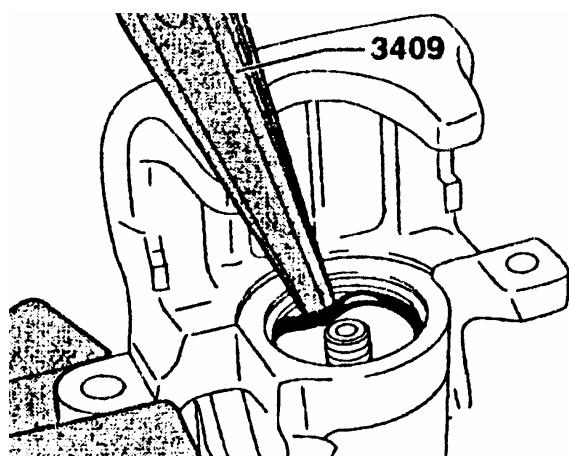

图 13-75 拆卸密封圈
(2) 如图 13-75 所示, 用 3409 拆下密封圈。